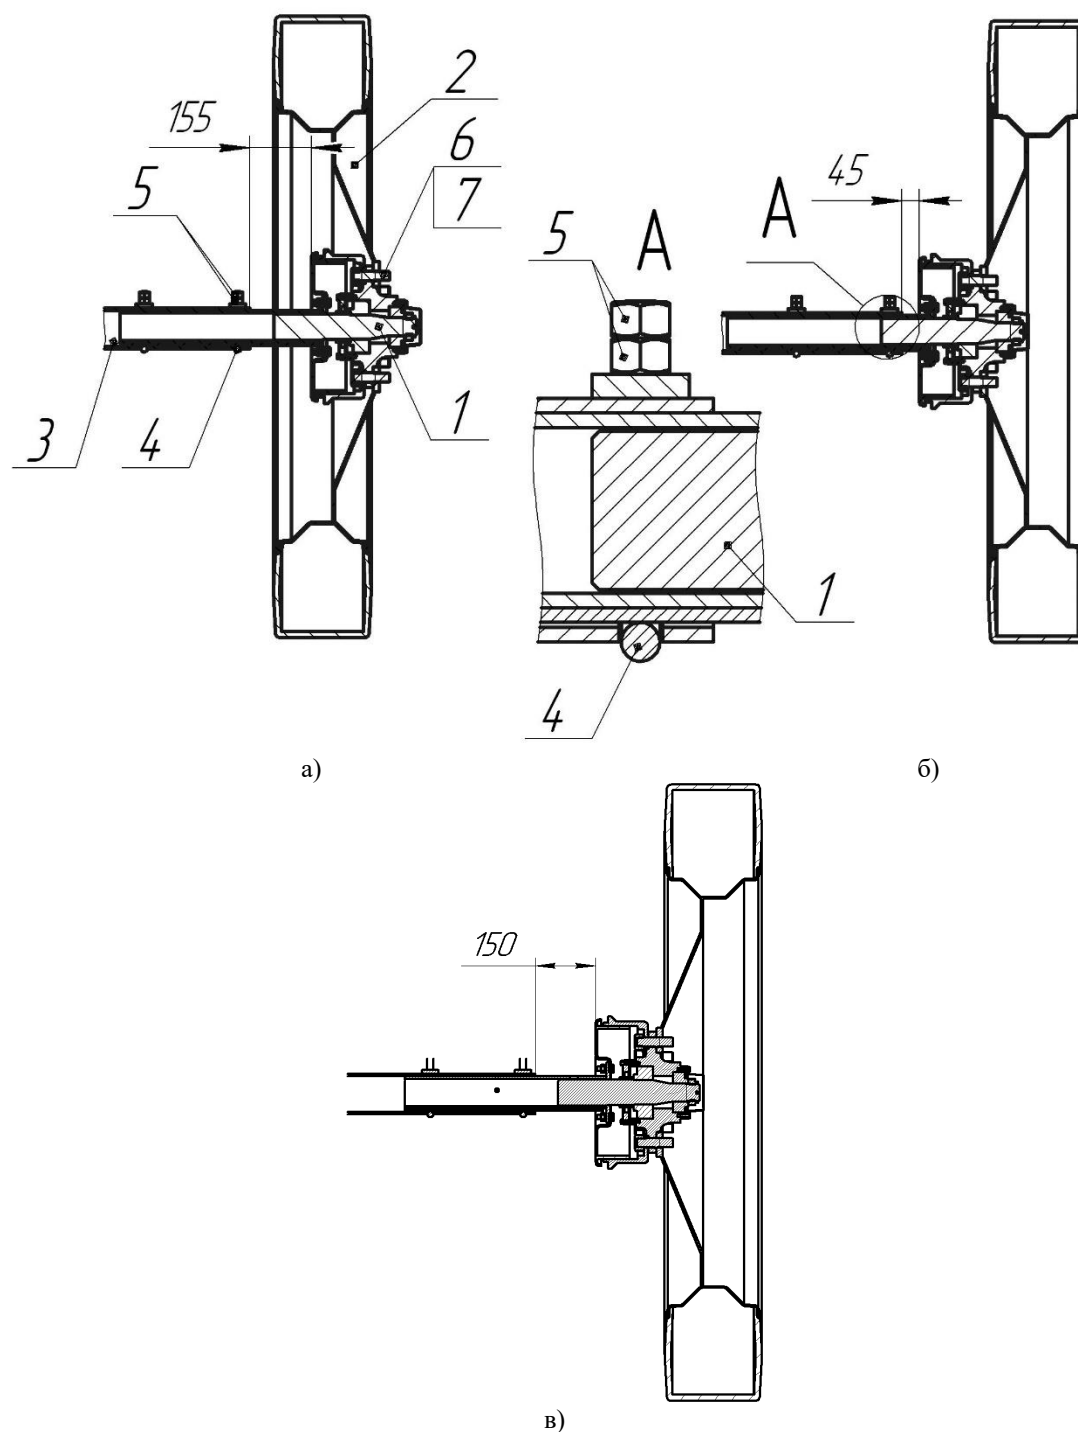
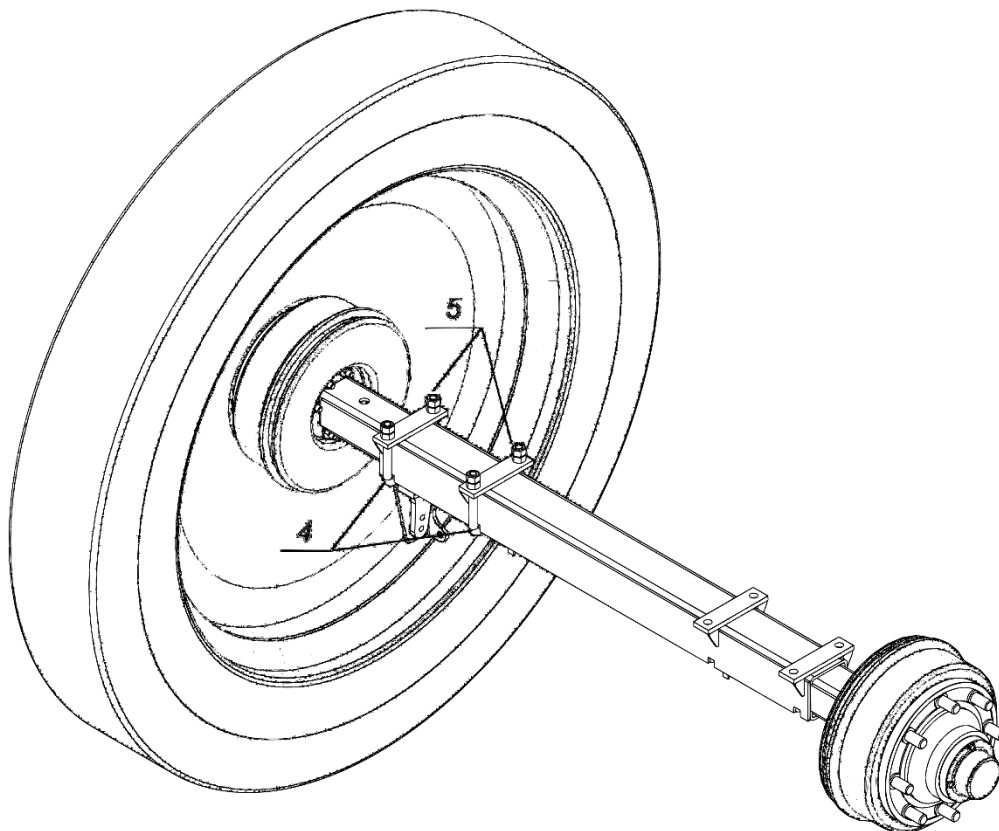

Рис. 10. Схема установки колес при колее а) 1500 мм, б) 1800 мм, в) 2100 мм.
Рис. 11. Колесная балка опрыскивателя.
Опрыскиватель можно установить на колею 1500 (Рис. 10 а) или 1800 мм (Рис. 10 б) или 2100 мм (рис. 17 в). Колея регулируется бесступенчато.
(подрисовочные надписи см. на *Рис. 10*)
- переместить полуоси 1, на расстояние, указанное на *Рис. 10*;
- поменять местами колеса и перевернуть их, как показано на *Рис. 10*; после монтажа колес протектор шин должен иметь исходное направление.
Внимание! Размеры, указанные на *Рис. 10*, относятся к опрыскивателям стандартной комплектации. В случае использования колесных дисков других производителей, алгоритм изменения колеи может быть изменен.
6.2.10. Проверить надежность фиксации полуосей (Рис. 10 и Рис. 11). При необходимости, стремянки подтянуть.